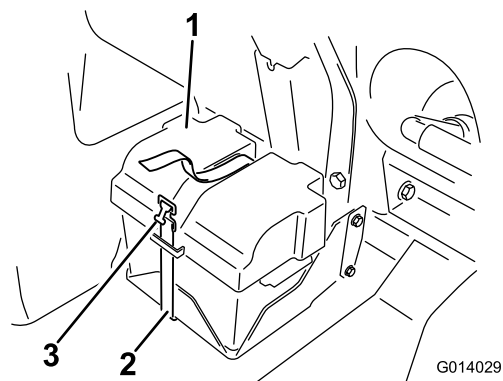

図 82
2. バッテリーについているカバーを外し、バッテリーのマイナス黒端子からケーブルを外す 図 82。
4. バッテリーカバーを取り付け、先ほど取り外したストラップで固定する 図 82。